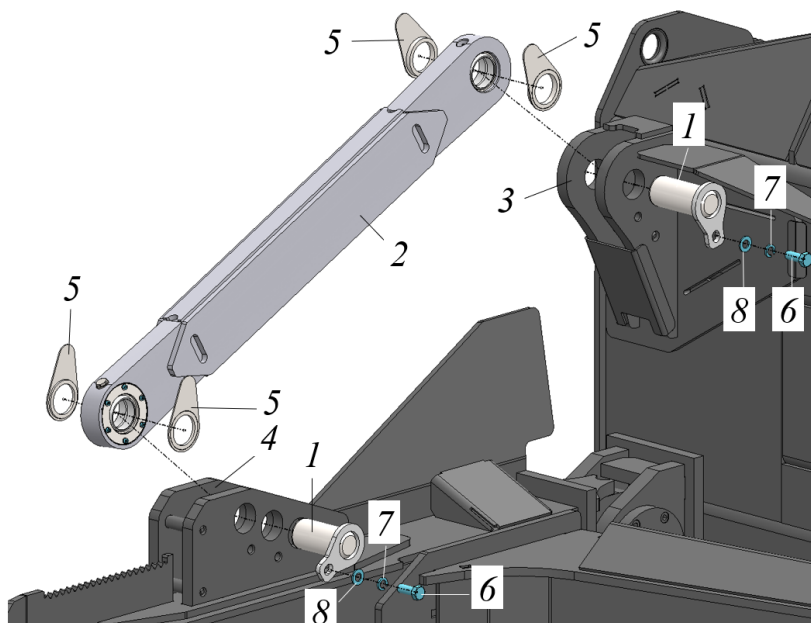

Рисунок 3.117. Монтаж тяги боковой на отвал
- Смазать пальцы 1, рис. 3.117, отверстия в проушинах 2, 3, 4 пластичной смазкой;
- Используя грузоподъемное оборудование совместить нижнее отверстие тяги боковой 2, рис. 3.117, с отверстиями кронштейна на брус 4;